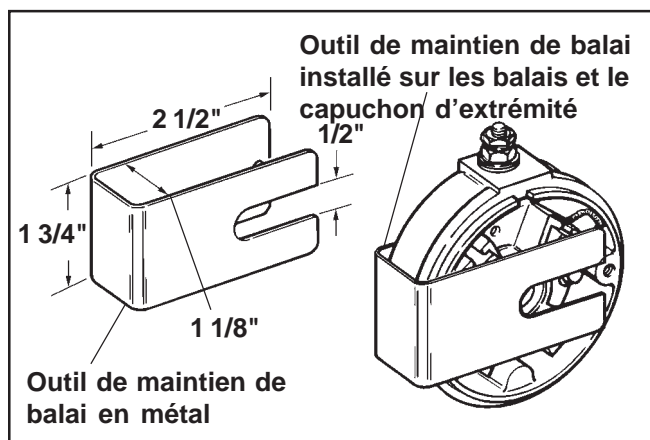

Figure 8-36. Outil pour support de balais (capuchon d'extrémité de type « A »).
**REMARQUE !** Utiliser un support de balais pour maintenir les balais dans les logements. Un outil pour support de balais peut être fabriqué facilement à partir d'une fine feuille de métal. Voir la Figure 8-36.